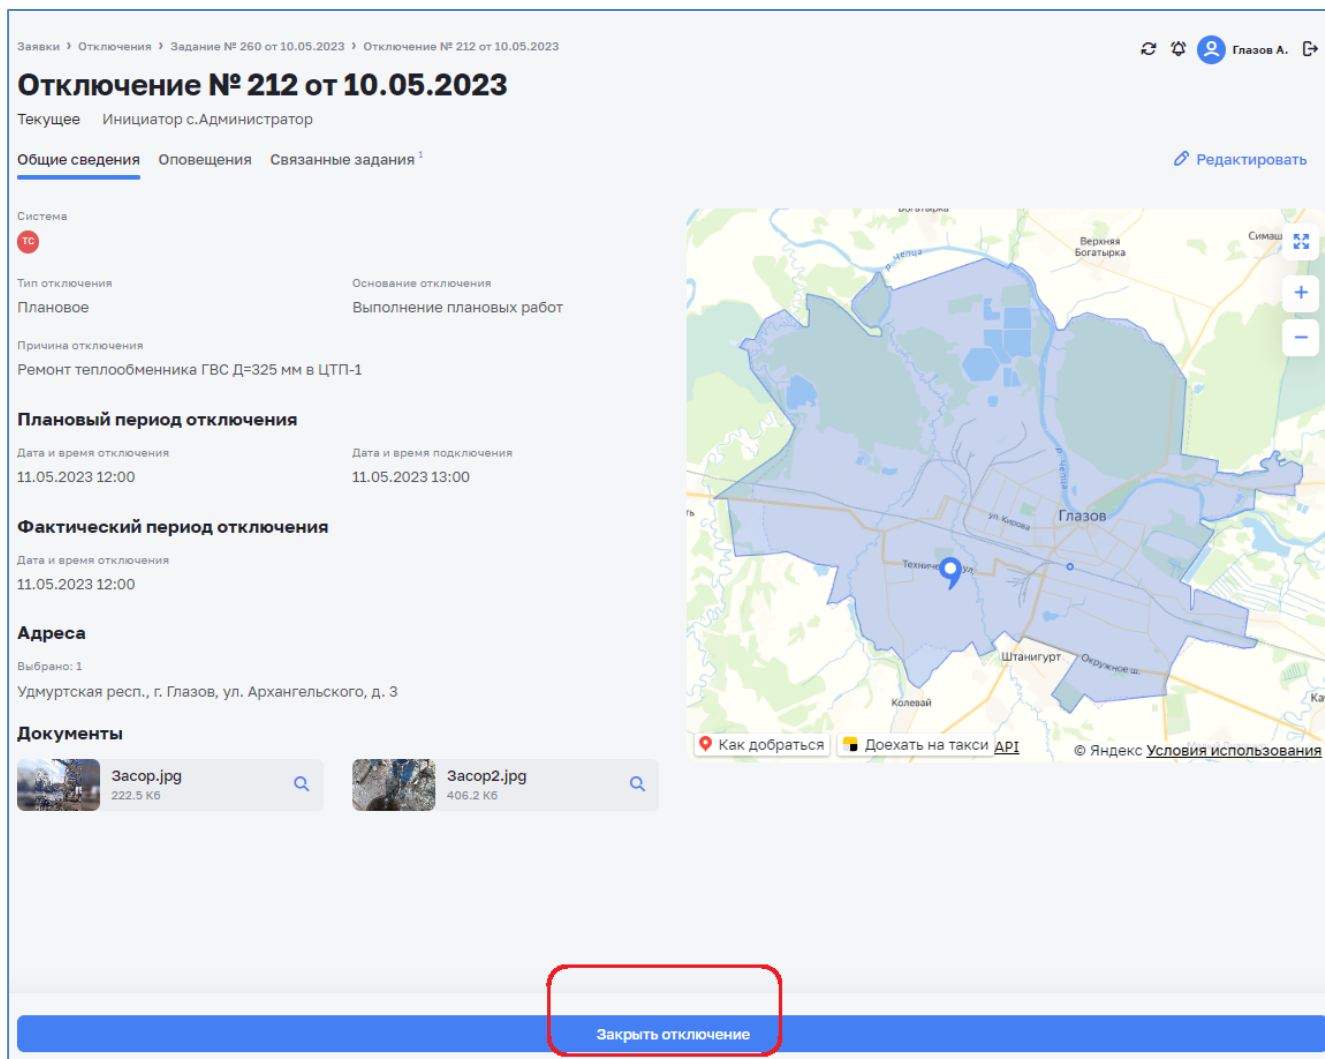

Рисунок 141 – Регистрация окончания отключения в карточке отключения
- В карточке отключения, нажав на кнопку «Закрывать отключение» (Рисунок 141);